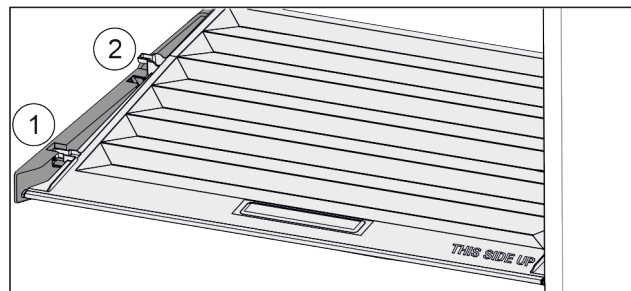

Fig. 82
- ▶ Tirer le couvercle vers l'avant jusqu'à l'orifice des pièces de retenue Fig. 82 (1).
- ▶ Le soulever par le bas à l'arrière et le sortir par le haut Fig. 82 (2).